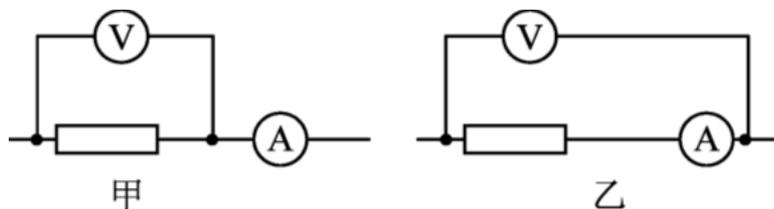

图 2-Z-24
1. 电路图：图 2-Z-24 甲是电流表外接法，图乙是电流表内接法。